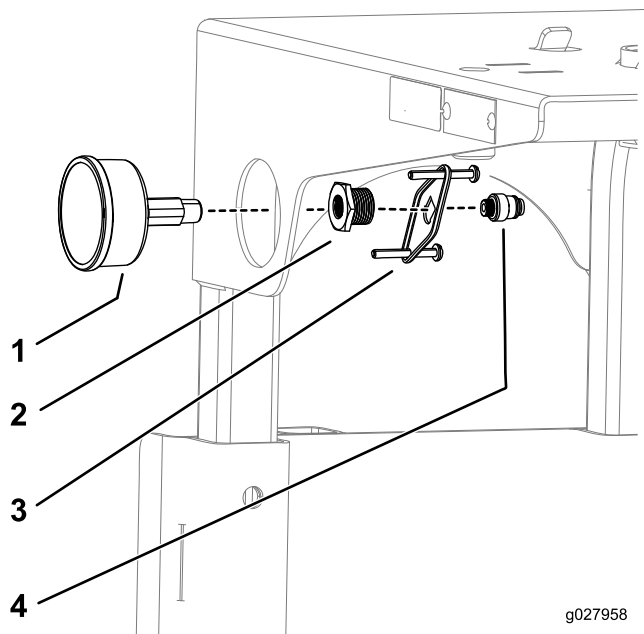

图 15
7. 在压力表的螺纹上缠上聚四氟乙烯生料带并按照 图 15 所示安装压力表总成。